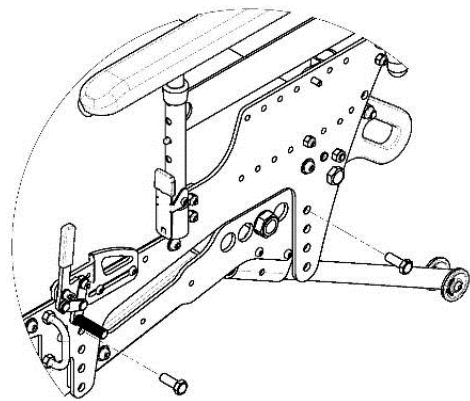

Fig. 18 Justering av sitshöjden – montering av skruvar.
1. Ta bort skruvarna och muttrarna som förbinder den övre och nedre ramen (fig. 18) med hjälp av ringnyckeln.